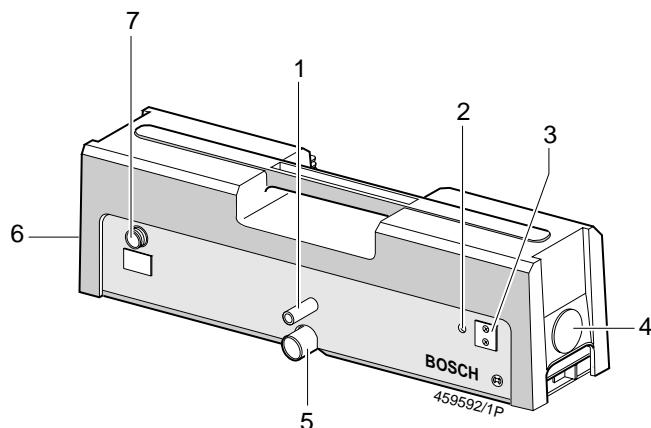

Figura 1: RTM 430
- Se disponibile, applicare il tubo flessibile di ritorno dei gas di scarico (accessorio speciale) al raccordo di connessione del modulo RTM 430 (pos. 5 in figura 1) e connettere il tubo stesso con l'impianto di aspirazione.
1. Togliere il coperchio (figura 1; pos. 4,6) dalla parete laterale con un adeguato attrezzo (ad esempio un cacciavite).